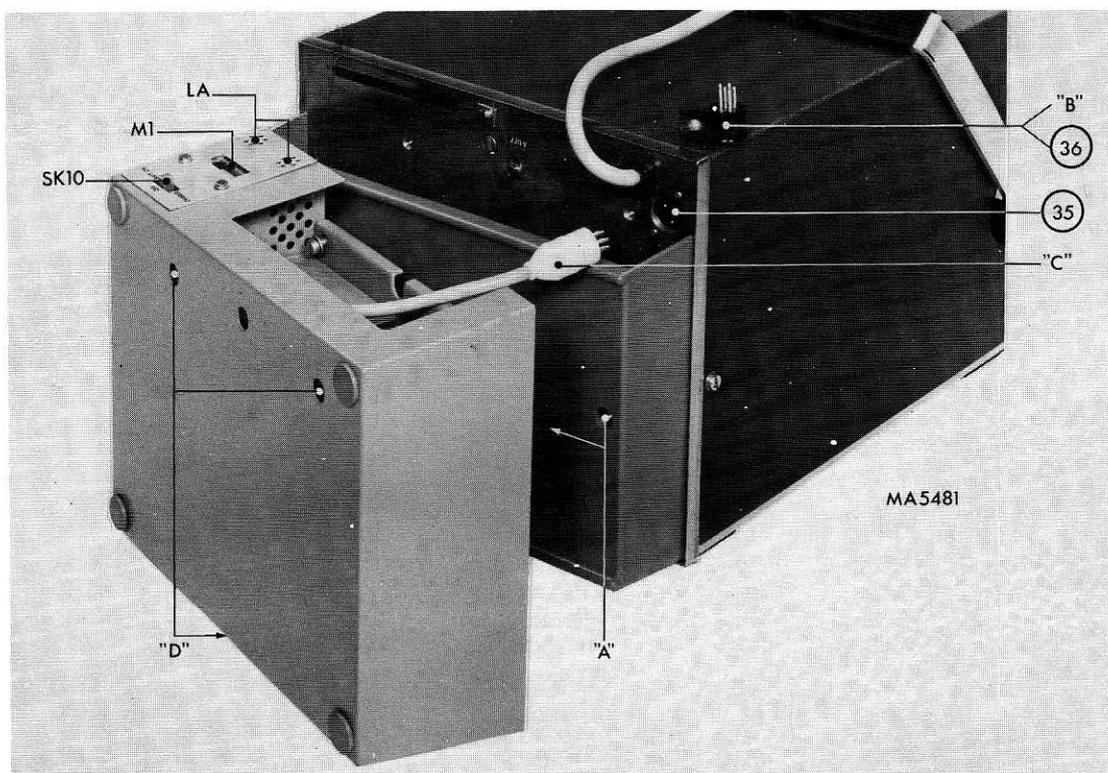

Fig. 13. Vue arrière avec renvoi aux composants + mise en service porte-batteries
### 2. Mise en service (voir fig. 13)
### 3. Commande (voir fig. 13)
- Enlever la fiche BU6 (poste 36, fig. 13) et mettre la fiche BU8 de l'adaptateur dans la douille BU5 (poste 35, fig. 13).